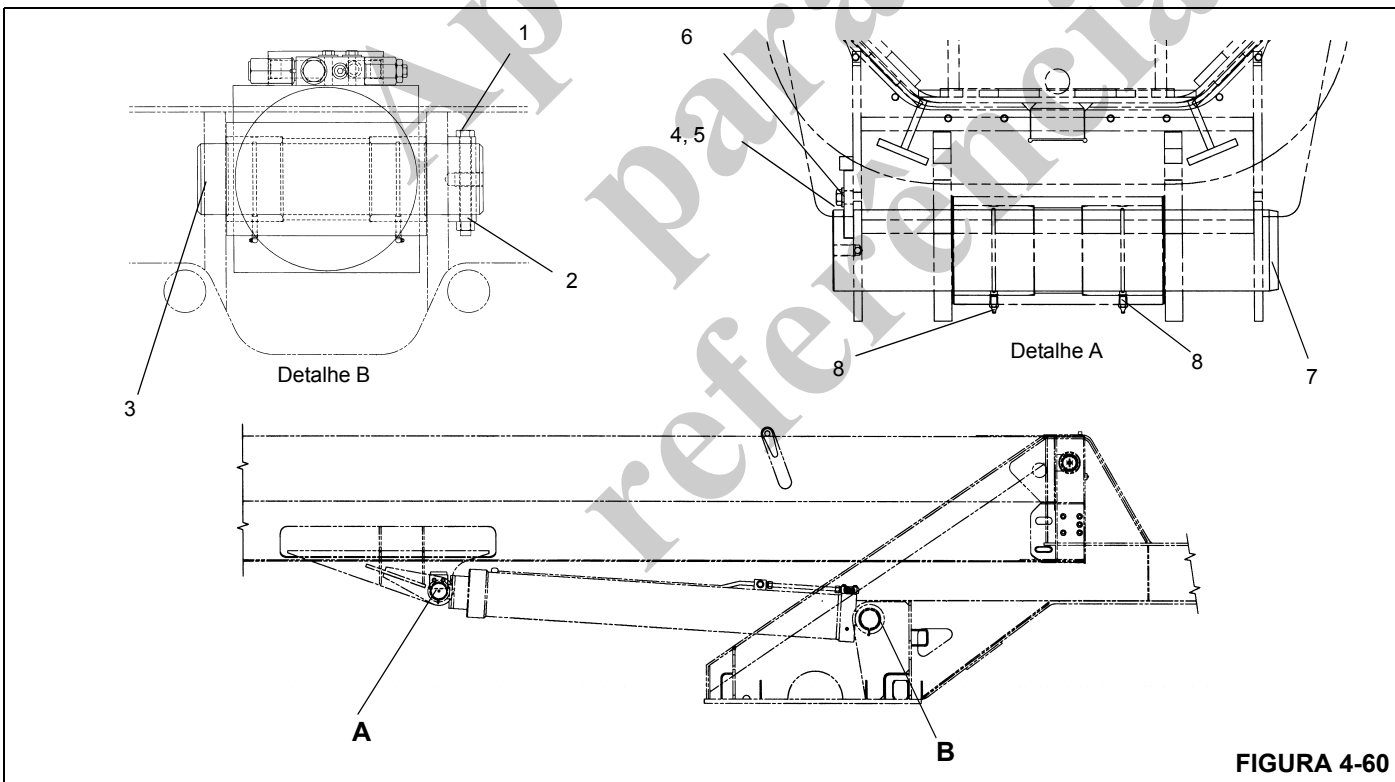

FIGURA 4-60
**NOTA:** Consulte a Figura 4-60 para remoção e instalação do cilindro de elevação.